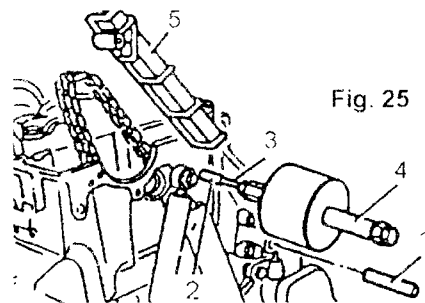

Fig. 25
Sacar el perno del riel corredizo (1 y 2) usando el perno del tornillo (3) y el martillo corredizo (4) y desarmar el riel corredizo (5) (Fig. 25). Remover la tubería vacía de la bomba
Conectar la tubería de vacío en la válvula térmica y la tubería de la bomba de vacío. Montar el riel corredizo e insertar el perno del riel corredizo (Fig. 25).